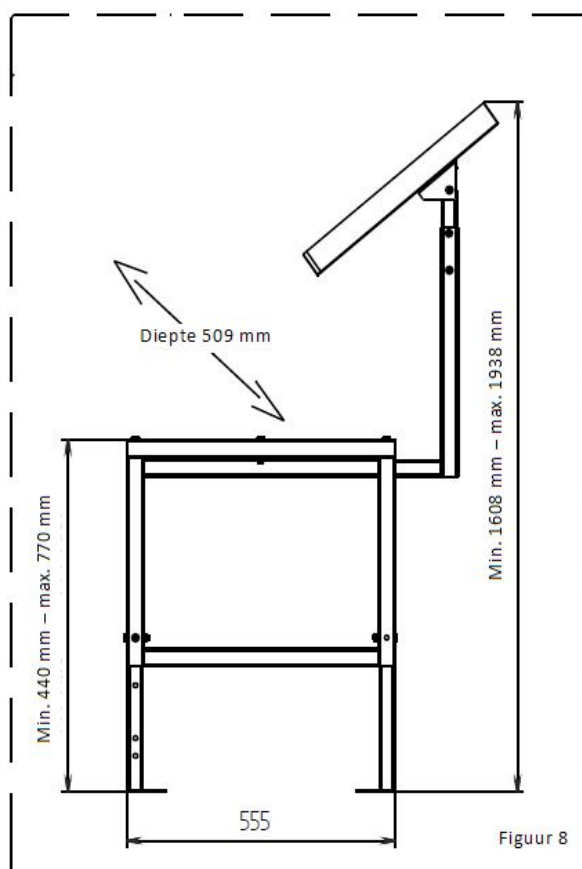

Figuur 6
- Assembleer vervolgens de "Steun- en vulkit" (zie Figuur 6) ervoor zorgend dat de maat A groter is dan de maat B.